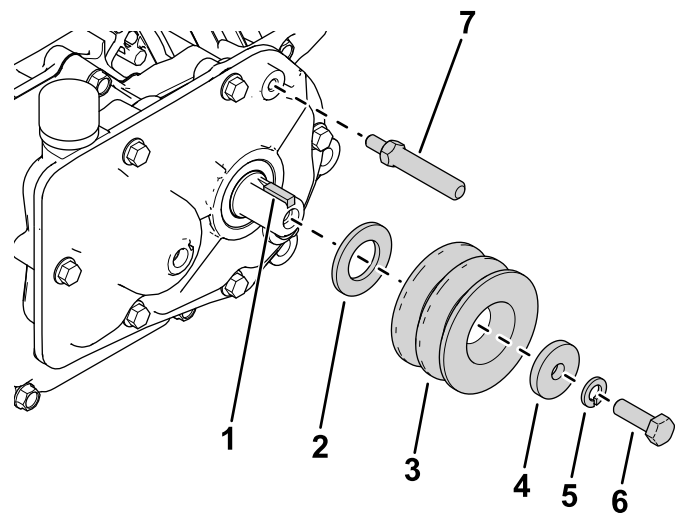

Figura 2
2. Instale la chaveta cuadrada en el árbol de salida (Figura 2).
3. Instale la arandela nueva (M20), la polea motriz, la arandela ($\frac{5}{16}$ "), la arandela de freno y el perno ($\frac{5}{16}$ x 1"), como se muestra en la Figura 2.
4. Instale el eje de pivote de la tracción en la caja de engranajes (Figura 2).